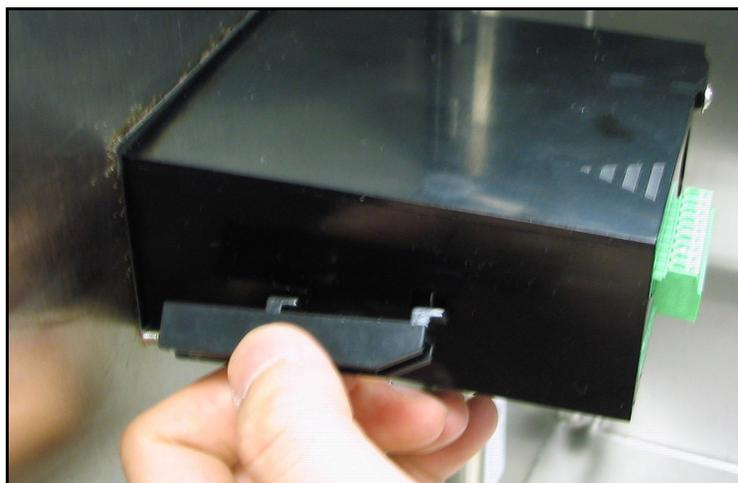

Figura 12: Instalación de los soportes de montaje
4. Detrás del panel, inserte los soportes de montaje en los orificios laterales existentes (vea la Figura 12).